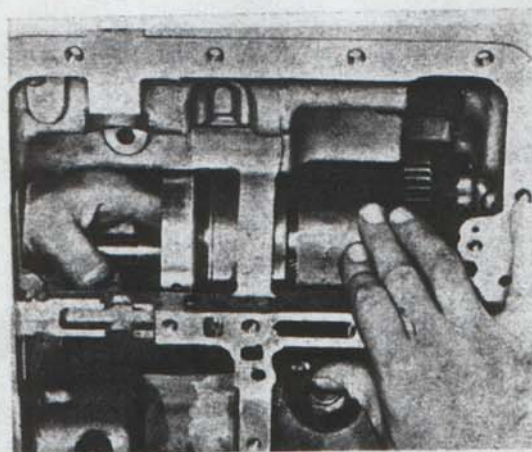

Bild 52. Demont. av mellanvägg och planetväxel.
32. Lossa de två skruvarna, som utifrån håller mellanväggen, bild 51. Ta ut mellanvägg och planetväxel, bild 52. Ta ut bromsbandet. Skilj mellanvägg, frihjul och planetväxel från varandra. Ta bort låsringen och frihjulets ytterbana.